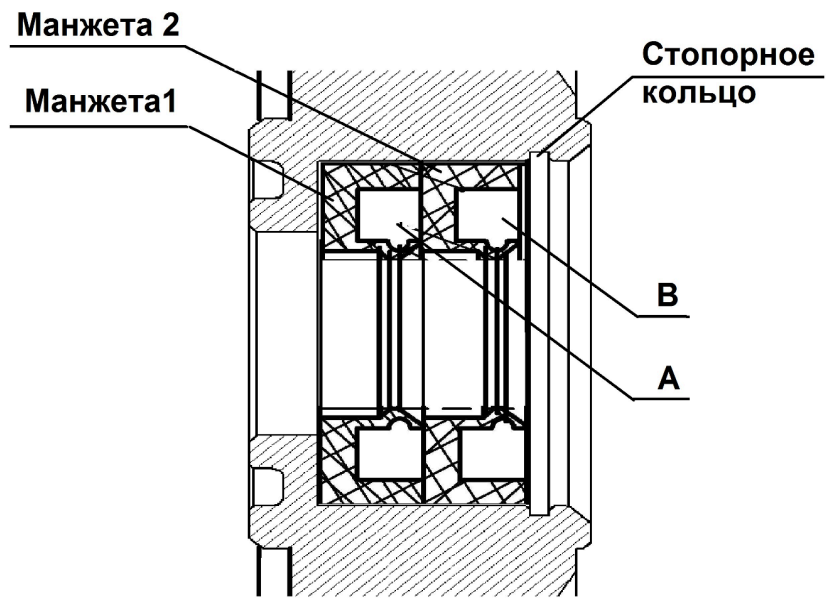

Рис.11 Схема установки манжет.
- со стороны камеры снять кольцо стопорное и снять 2 манжеты (рис.11);